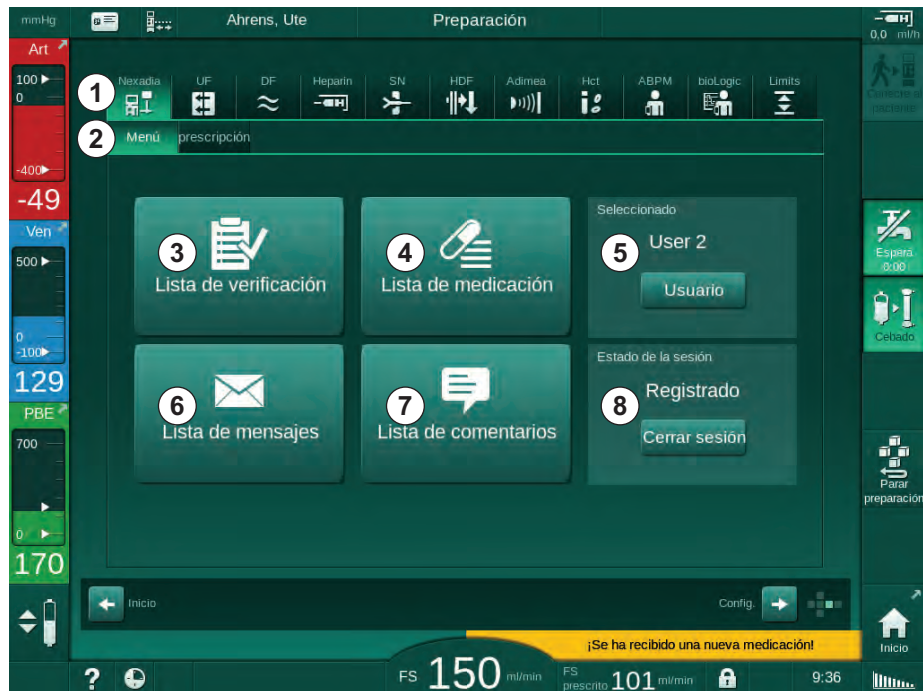

Fig. 11-36 Menú Nexadia en la pantalla *Entrada*
Cuando se utiliza Nexadia, el equipo puede enviar y/o recibir información (p. ej. mensajes, comentarios y listas) al/del servidor de datos. Existe también una selección de usuario. Estas funciones se manejan en el menú Nexadia. Este menú se abre pulsando el icono *Nexadia* (Fig. 11-36, ①) y el botón *Menú* ② en la pantalla *Entrada*.
1. Pulsar *Seleccionar usuario* en el menú Nexadia (Fig. 11-36 Menú Nexadia en la pantalla Entrada (312), ⑤).
1. Pulsar el icono *Lista de comentarios* en el menú Nexadia (Fig. 11-36 Menú Nexadia en la pantalla Entrada (312), ⑦).
1. Pulsar el icono *Lista de comprobación* en el menú Nexadia (Fig. 11-36 Menú Nexadia en la pantalla Entrada (312), ③).
1. Pulsar el icono *Lista de medicación* en el menú Nexadia (Fig. 11-36 Menú Nexadia en la pantalla Entrada (312), ④).
1. Pulsar el icono *Lista de mensajes* en el menú Nexadia (Fig. 11-36 Menú Nexadia en la pantalla Entrada (312), ⑥).